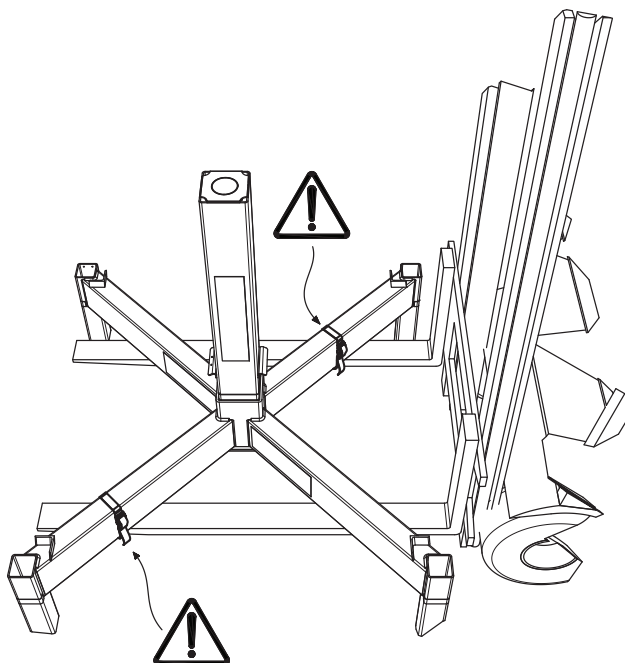

Figure 26. Utilisez les sangles Combisafe fournies pour fixer le cadre supérieur sur les fourches avant de lever l'ensemble.
7. Utilisez un chariot élévateur. Positionnez les fourches sous les tubes horizontaux du cadre supérieur, écartez les fourches au maximum puis, si nécessaire, fixez le cadre supérieur à l'aide des deux sangles Combisafe fournies avant de lever l'ensemble. Les sangles doivent être fixées en diagonale sur chaque fourche pour garantir la sécurité pendant le levage. Voir Figure 26 ci-dessous. N'oubliez pas de serrer fermement les sangles.